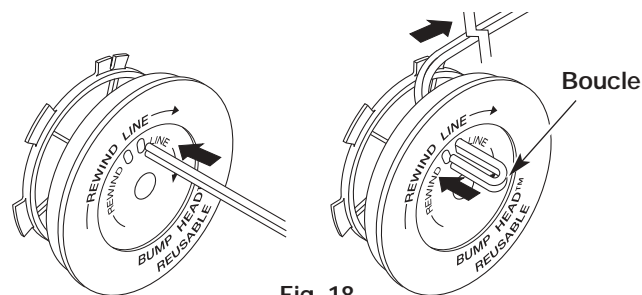

Fig. 18
- Découpez environ 3,65 m (12 pi) de fil neuf. Insérez une extrémité de fil dans l'un des deux trous du moulinet intérieur (Fig. 18). Tirez le fil jusqu'à ne laisser que 10 cm (4 po) environ.
- Insérez l'extrémité du fil dans le trou ouvert du moulinet et tirez sur le fil pour que la boucle soit le plus petit possible (Fig. 18).